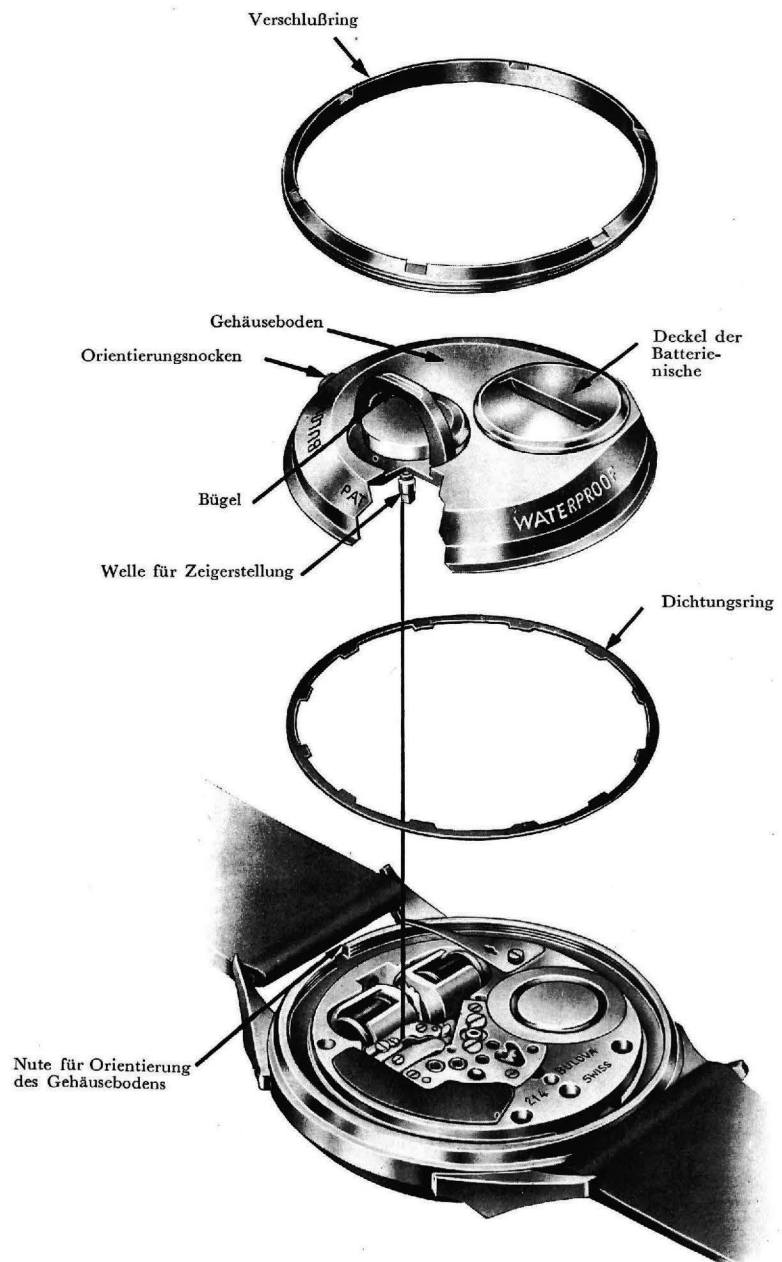

Abb. 30
7. Korrekte Lage des Dichtungsringes kontrollieren. Boden auf das Gehäuse legen. Welle für Zeigerstellung vorsichtig in die Einpassung einführen (Abb. 30). Der Boden ist mit einem Nocken versehen, der in die Nute am Gehäuse passen muß, wenn die korrekte Lage des Bodens gewährleistet sein soll.